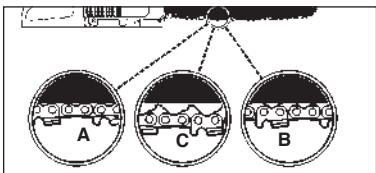

Bild. 6
VORSICHT: Wenn die Sägekette ZU LOCKER oder ZU STRAFF ist, nutzen sich die Zähne, die Schiene, die Kette und das Kurbelwellenlager schneller ab. Bild. 6 informiert über die richtige kalte Spannung (A) und warme Spannung (B), und dient als Anleitung für weitere Einstellungen der Sägekette (C).